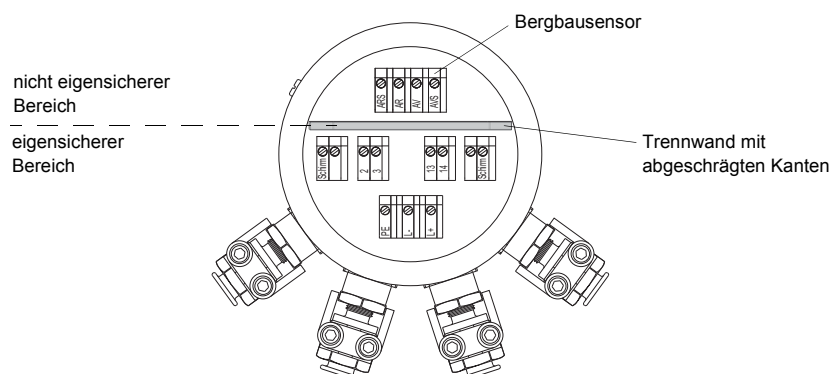

Abb. 8.5: Klemmen für den Anschluss des Bergbausensors
- Führen Sie die Kabel über die beiden abgeschrägten Kanten der Trennwand in den nicht eigensicheren Bereich des Anschlussraums ein (siehe Abb. 8.5).
- Schließen Sie die Adern an die Klemmen des Messumformers. Das abisolierte verdrehte Kabelende des äußeren Schirms muss so kurz wie möglich an die Klemme angeschlossen werden (siehe Abb. 8.3, Abb. 8.5 und Tab. 8.1).